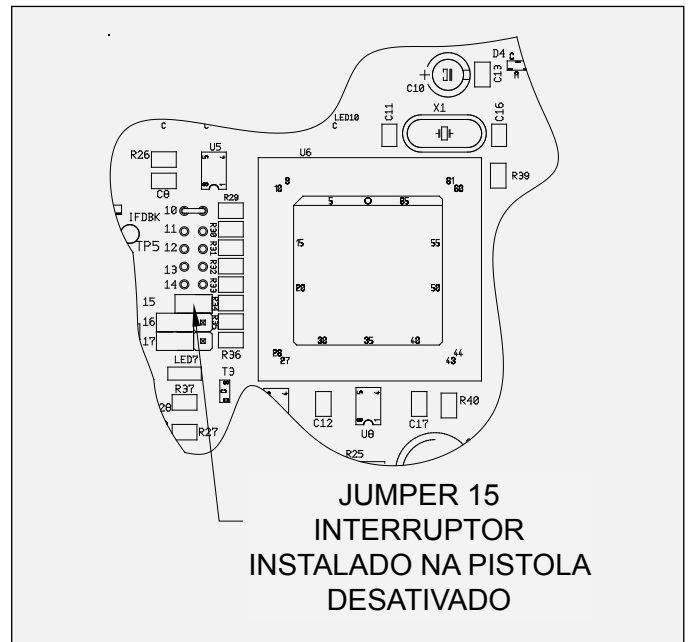

Figura 10: Localização do Jumper - Bloqueio do interruptor do aplicador
2. Coloque o jumper entre os dois (2) pinos no local 15 na placa PC principal (consulte a Figura 10).